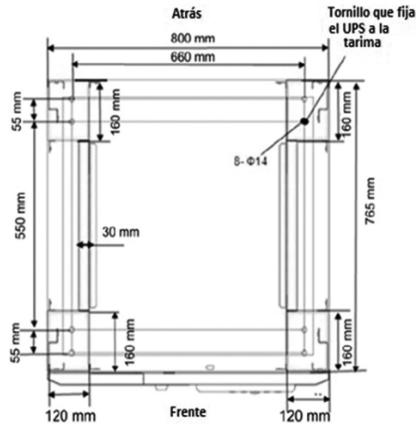

Fig. 4-5 Posición de los tornillos M8
3. Elija y prepare el sitio de instalación. Coloque 10 tornillos de expansión M8 al suelo. Las separaciones entre los tornillos se muestran abajo en la Fig. 4-5. La altura expuesta de los tornillos de expansión debe ser aproximadamente 50 mm.